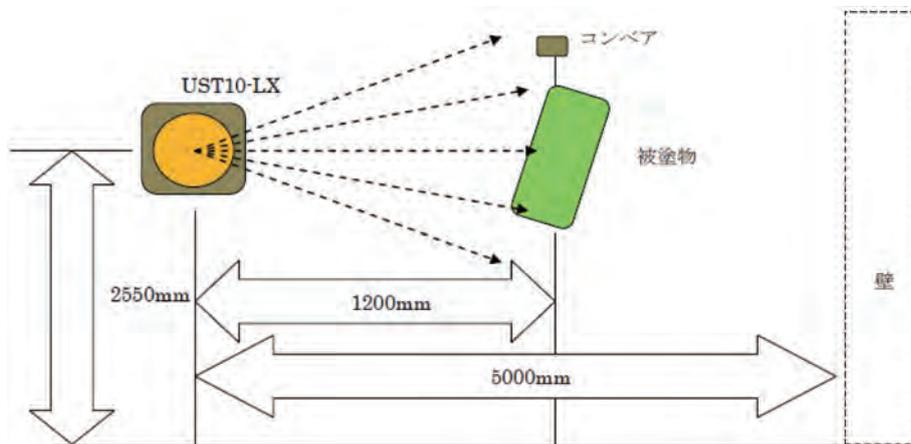

図2 3D形状認識センサ
- ①3D形状認識センサ：図2に示すように、3D形状認識センサにはレーザー方式の距離センサを採用しており、塗装ブース入口部に配置される。本センサはワークの外形寸法に加え、奥行方向の距離情報の検出も可能となっている。